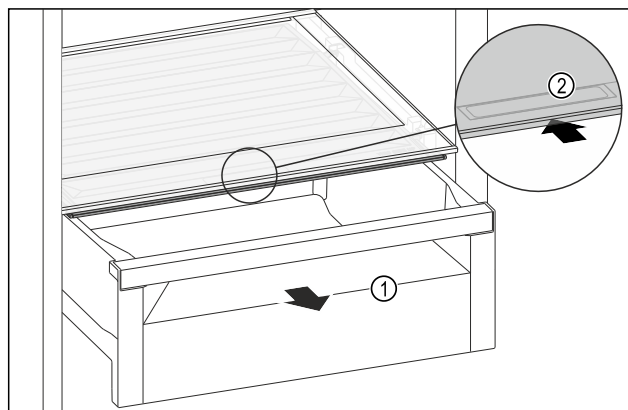

Fig. 138
- Trekk ut skuffen Fig. 138 (1).
- Ta tak i det innfelte grepet Fig. 138 (2) på lokket, og skyv lokket samtidig bakover.